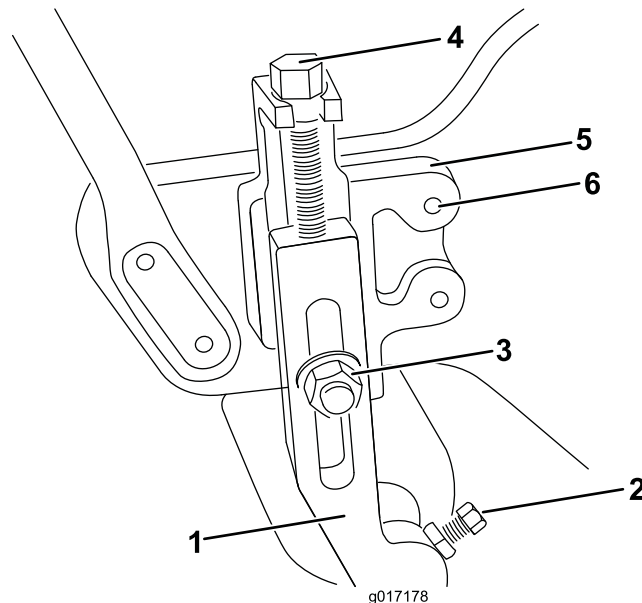

Figura 1
1. Desaperte as porcas de segurança e os parafusos que prendem cada extremidade do rolo da frente aos braços da altura de corte (Figura 1).
2. Retire as porcas de bloqueio e os parafusos da carroçaria que fixam os braços da altura de corte aos suportes de ajuste (Figura 1). Retire os braços da altura de corte e o conjunto do rolo.
3. Apenas no Greensmaster 1600, retire os parafusos de ajuste da altura de corte, as porcas de segurança e os parafusos dos braços da altura de corte (Figura 1).
Apenas no Greensmaster 800 e 1000, retire os dois parafusos que fixam os suportes da altura de corte direito e esquerdo às placas laterais (Figura 1). Instale os suportes da altura de corte nos lados opostos da máquina com os parafusos retirados. Utilize os conjuntos de furos de montagem traseiros nas placas laterais.